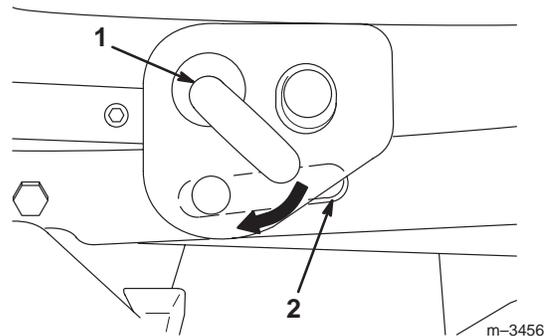

Bild 7
6. Senken Sie den Mähwerk-Aushebungsarm ganz ab und ändern Sie die Mähwerkposition, bis Sie den J-Stift des Aushebungsarms herausziehen und ihn in den Schlitz an der Befestigungshalterung am Mähwerk stecken können (Bild 7).